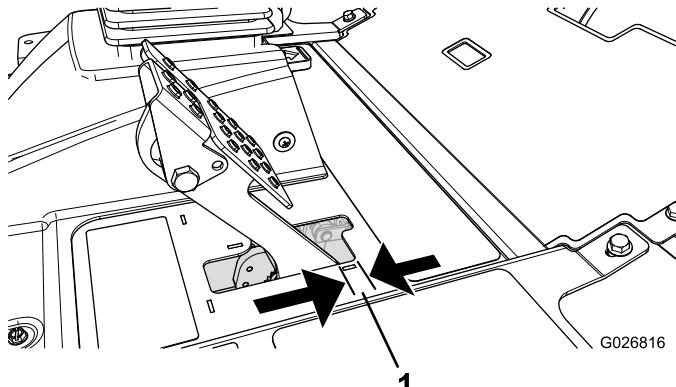

Figura 66
Ajuste los frenos si el pedal de freno tiene más de 2,5 cm de holgura (Figura 66), o cuando se necesite más fuerza para frenar. La holgura es la distancia que recorre el pedal de freno antes de notarse una resistencia de frenado.
- 2. Apriete la tuerca trasera para mover el cable hacia atrás hasta que los pedales de freno tengan una holgura de 6 a 13 mm (Figura 66) antes de bloquearse las ruedas.